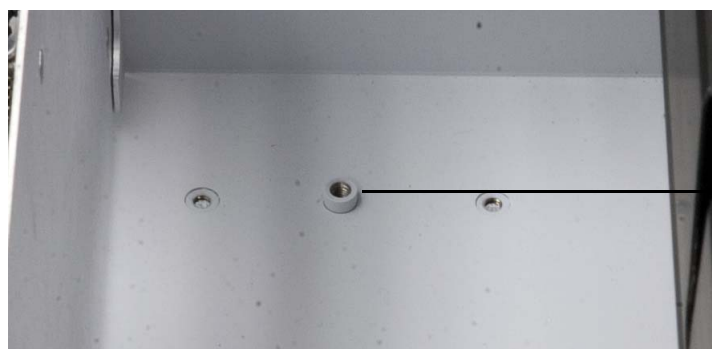
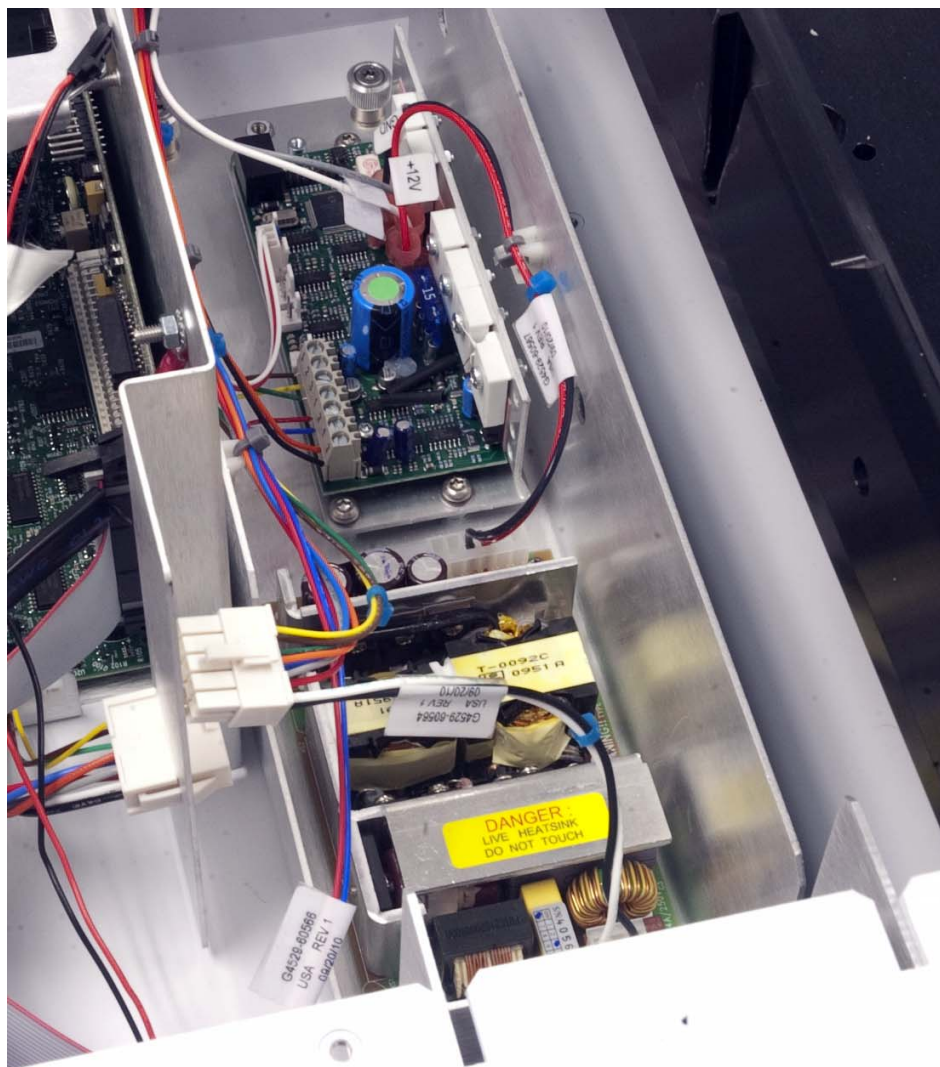

図 29 メインフレームシャーシの位置合わせピン
図 30 メインフレームシャーシに取り付けられたペルチェ電源コントロールボード
- 6 ガイダンス用の位置合わせピンを使用して、ペルチェ電源コントロールボードをメインフレームシャーシまで慎重に下げます (図 29 と図 30)。